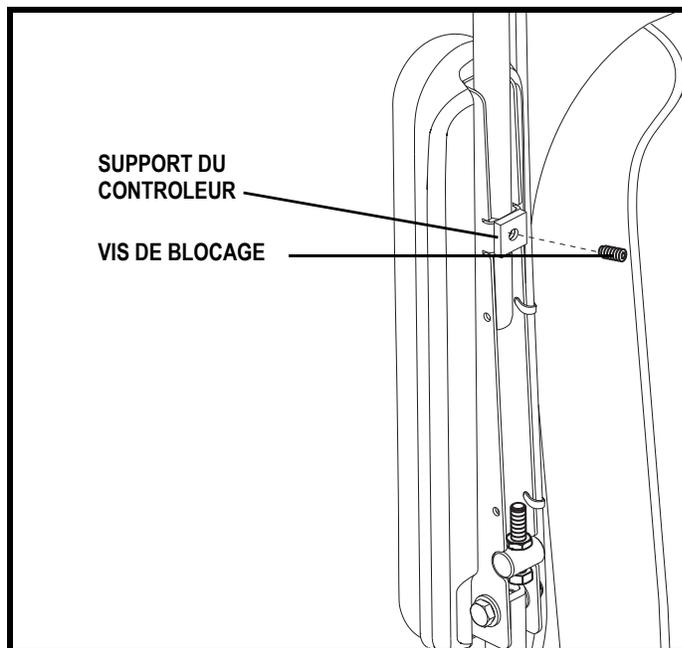

Figure 11. Dessous de l'accoudoir
2. Desserrez la vis de réglage sous l'accoudoir. **Voir la figure 11.**